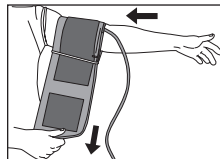
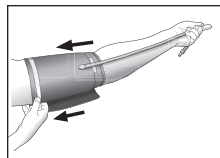

Fig. 3
Fig. 4
2. Deslice el cilindro del brazaletes en su brazo izquierdo y alinee la manguera de aire sobre la arteria principal en el lado interno de su brazo, Fig 3. Para colocarlo de manera adecuada, el tubo debe ir a lo largo del lado interno del brazo, Fig 4.